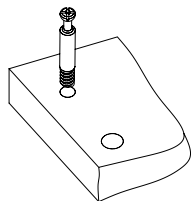

Рис.3
3. Вкрутите шпильки минификсов в соответствующие плоскостные отверстия столешницы 1 (Рис. 3)